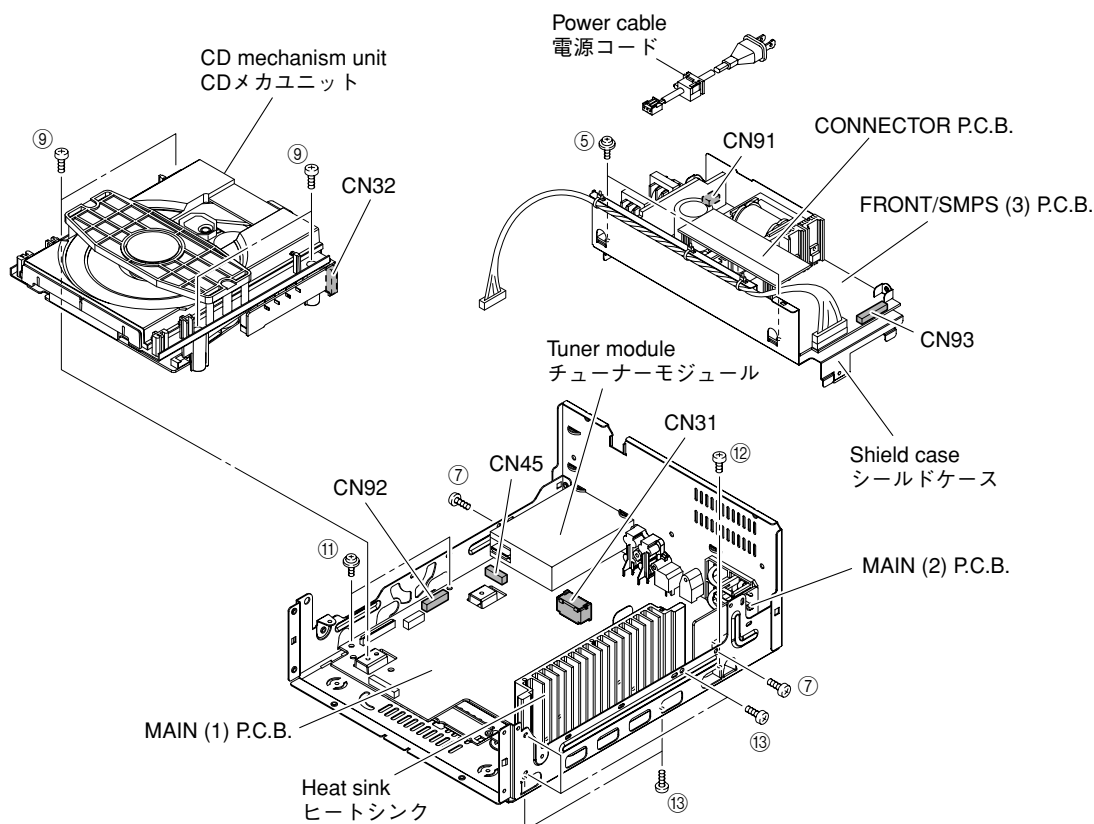

Fig. 3
3. Removal of FRONT/SMPS (3) P.C.B.
- Remove 2 screws (⑤). (Fig. 3)
- Remove CN91, CN92 and CN93. (Fig. 3)
- Remove power cable. (Fig. 3)
- Remove 2 screws (⑦). (Fig. 3)
- Remove FRONT/SMPS (3) P.C.B. together with the shield case. (Fig. 3)
- Remove 4 screws (⑨). (Fig. 3)
- Remove CN31 and CN32. (Fig. 3)
- Remove CD mechanism unit. (Fig. 3)
- Remove CN45. (Fig. 3)
- Remove tuner module. (Fig. 3)
6. Removal of MAIN (1) P.C.B.
- Remove 2 screws (⑪), screw (⑫) and 5 screws (⑬). (Fig. 3)
- Remove MAIN (1) P.C.B. together with the heat sink. (Fig. 3)
3. FRONT/SMPS (3) P.C.B.の外し方
- ⑤のネジ2本を外します。(Fig. 3)
- CN91、CN92、CN93を外します。(Fig. 3)
- 電源コードを取り外します。(Fig. 3)
- ⑦のネジ2本を外します。(Fig. 3)
- FRONT/SMPS (3) P.C.B.をシールドケースと一緒に取り外します。(Fig. 3)
- ⑨のネジ4本を外します。(Fig. 3)
- CN31、CN32を外します。(Fig. 3)
- CDメカユニットを取り外します。(Fig. 3)
- CN45を外します。(Fig. 3)
- チューナーモジュールを取り外します。(Fig. 3)
6. MAIN (1) P.C.B.の外し方
- ⑪のネジ2本、⑫のネジ1本、⑬のネジ5本を外します。(Fig. 3)
- MAIN (1) P.C.B.をヒートシンクと一緒に取り外します。(Fig. 3)